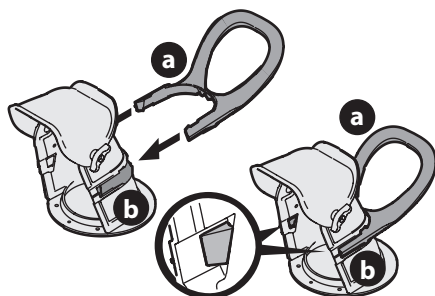

Figure 6
1. Placez la poignée de la goulotte (a) sur la goulotte (b) (Figure 6). Assurez-vous que la poignée est placée dans la rainure sur la goulotte et que les pattes sont bien enclenchées.